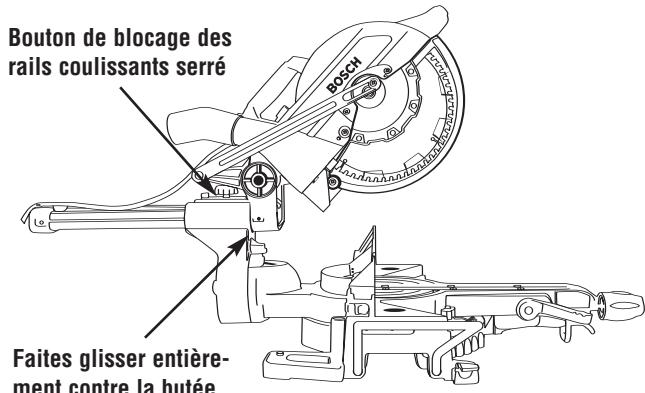

Figure 26. Coupe de fente
- Faites glisser la tête vers l'arrière aussi loin que possible (Figure 26).
- Serrez le bouton de blocage des rails coulissants (Figure 26).